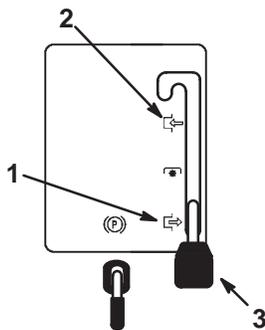

Bild 8
4. Stellen Sie den Zapfwellenantrieb auf Auskuppeln (Bild 8).